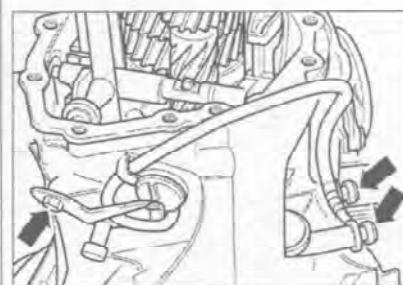

Рис. 7.57. Отверните болты (стрелки) и снимите выключатель фонарей заднего хода.
10. Отверните болты (стрелки) и снимите выключатель фонарей заднего хода (рис. 7.57).
24. Установите выключатель фонарей заднего хода и затяните болты (рис. 7.57).